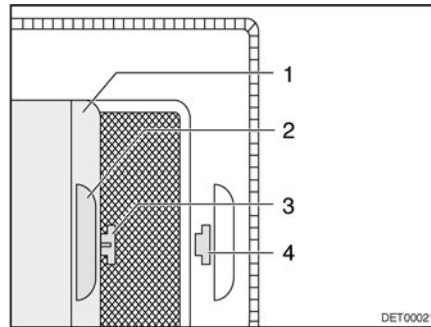

Fig. 45 Persiana oscurecedora enrollable
- Tirar de la persiana oscurecedora enrollable (Fig. 45,1) por el asidero (Fig. 45,2) y enganchar el gancho (Fig. 45,3) en el orificio (Fig. 45,4).
- Sacar el gancho (Fig. 45,3) del orificio (Fig. 45,4) y devolver a su posición la persiana oscurecedora enrollable.